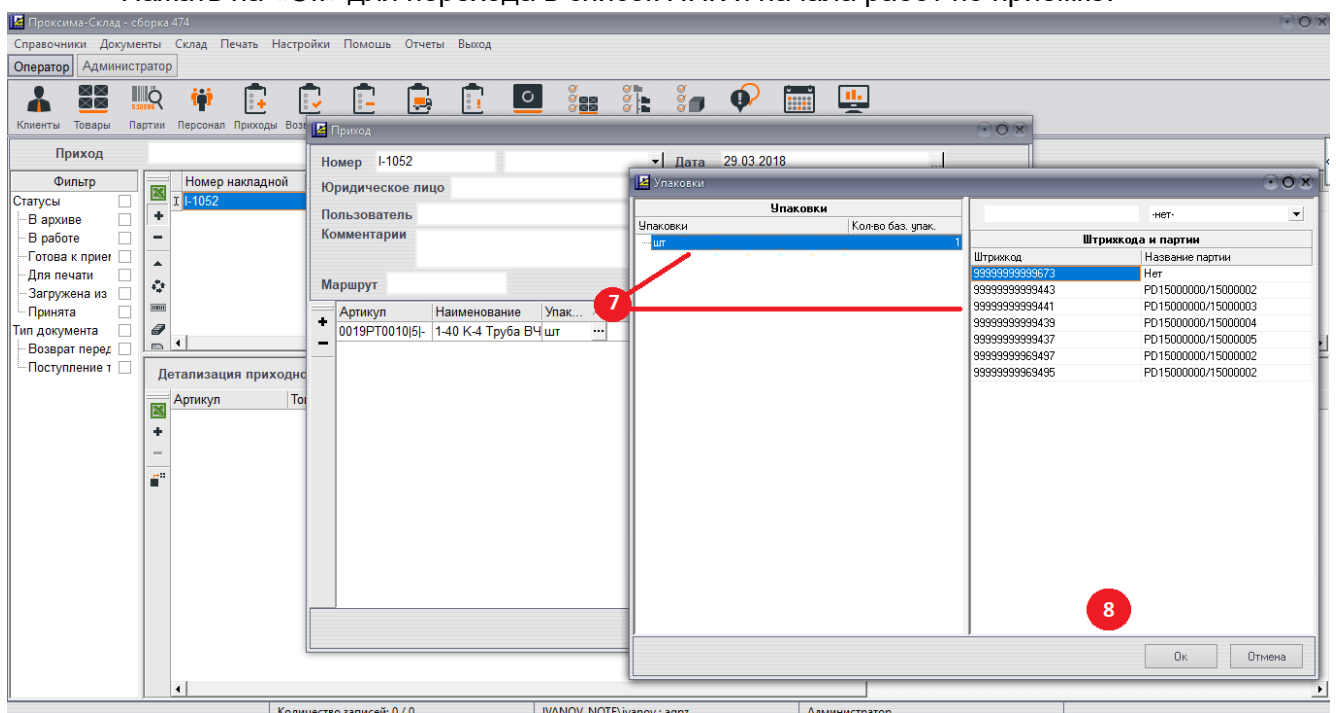

Рисунок 12.2.
- 7) После добавления товара в детализацию ПНК выбрать упаковку и партию товара (рис. 12.2), по которым нужно осуществить приемку. Для этого открыть карточку упаковок нажатием на кнопку «...» в табличной части ПНК;